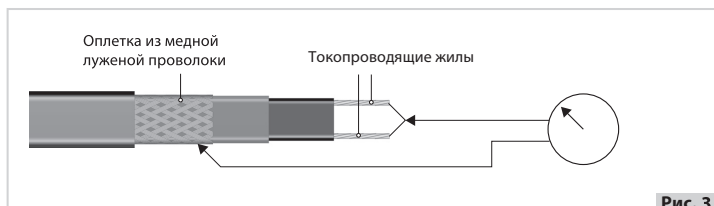

Рис. 3
- 4.10. Саморегулирующиеся нагревательные кабели имеют температурно-зависимое сопротивление и данные о величине сопротивления не являются достоверным ориентиром для определения присоединённой нагрузки. По этой причине саморегулирующиеся нагревательные кабели проверяются только на сопротивление изоляции нагревательного элемента (измерение производится между токопроводящими жилами и экранирующей оплёткой нагревательного кабеля) и сопротивление оболочки нагревательного кабеля (измерение производится между экранирующей оплёткой нагревательного кабеля и контуром заземления) (см. рис. 3).